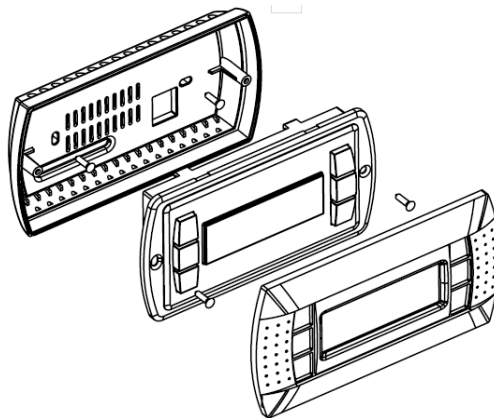

Fig. 03
- Mando de control Rothaclima Plus: debe ser instalado en la pared (fig. 03) y a ser posible con una caja empotrada tipo universal detrás para albergar el cableado.